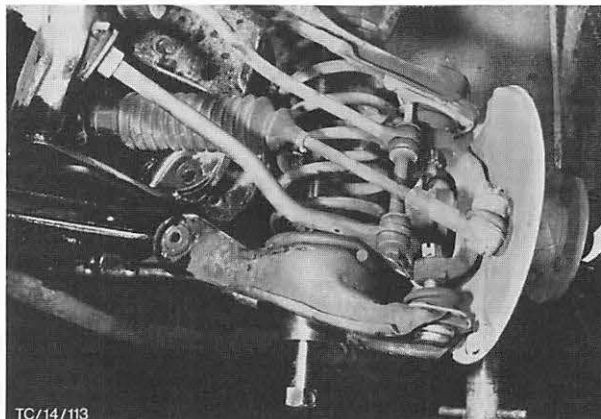

Abb. 38 Querlenker unten in den Verbindungsträger einsetzen
15. Äußere Anlageflächen der Lagerbüchse im unteren Querlenker mit Glyzerin bzw. Flüssigkeit nach FORD-Spezifikation ESEA-M2C-1001-A bestreichen. Querlenker in den Verbindungsträger drücken, Abb. 38, und Schraube mit Unterlagscheibe von der Vorderseite her einschieben. Mutter lose aufschrauben.